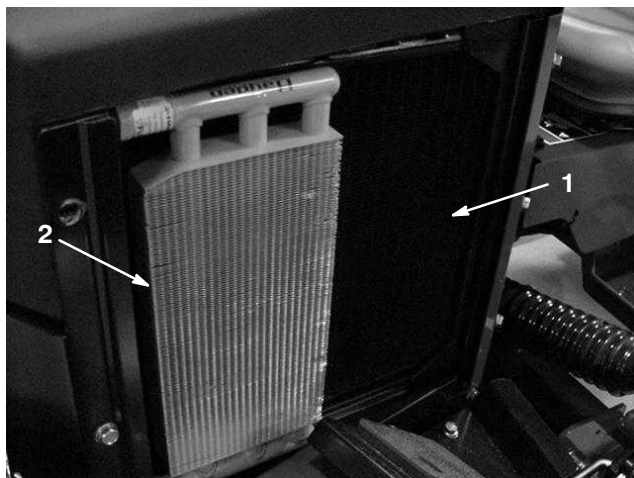

Figure 44
3. Nettoyez soigneusement le refroidisseur d'huile (Fig. 44) et enlevez les débris éventuellement accumulés autour des composants.